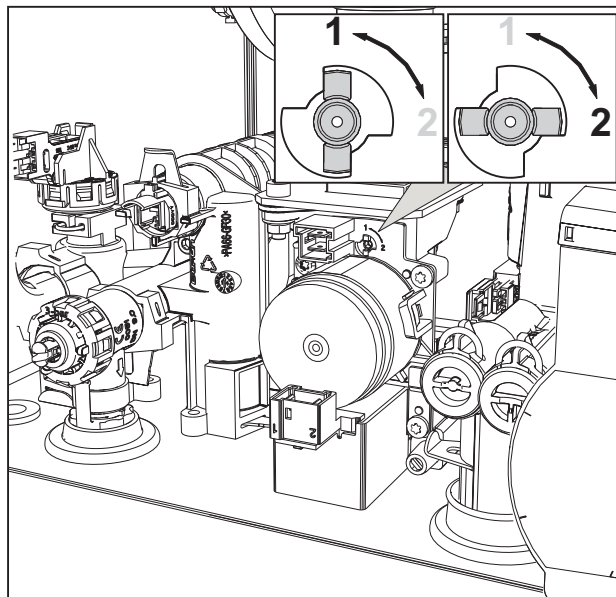

рис. 31
3. Поверните дроссель (рис. 31) в положение, указанное на таблица 9.